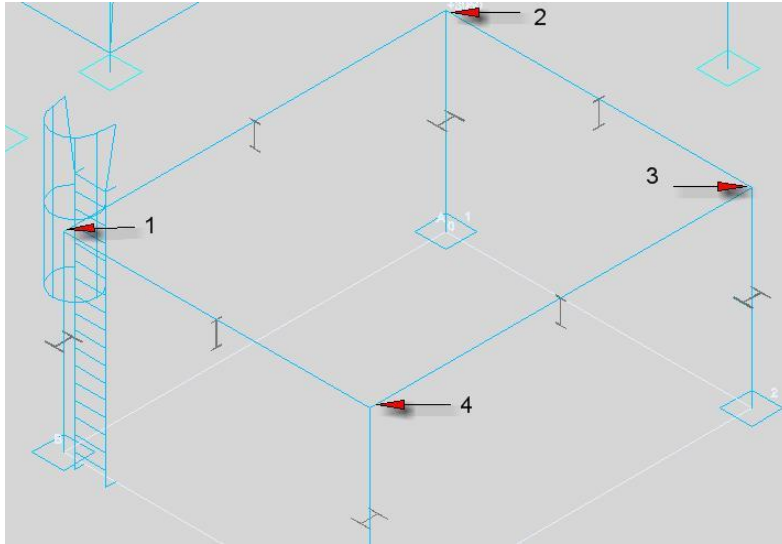

Рис. 58
- Укажите четыре точки, привязываясь к конечным точкам сетки (Рис. 58).